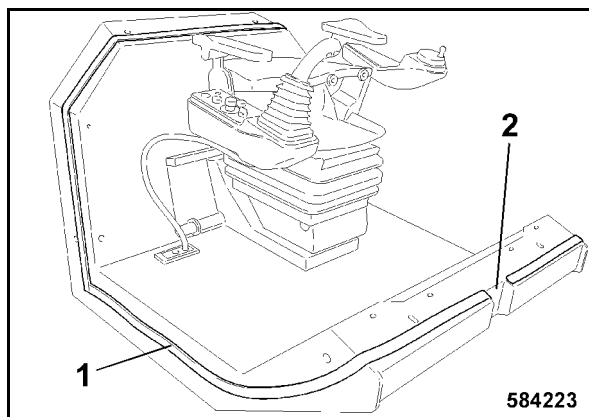

Fig. 170
- Pegar el perfil de obturación 1 (Fig. 170) alrededor del puesto de conductor.
- No pegar perfil de obturación sobre el escote delantero del puesto de conductor (2), este es la admisión de aire para la ventilación de la cabina.